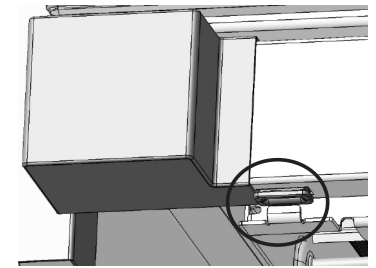
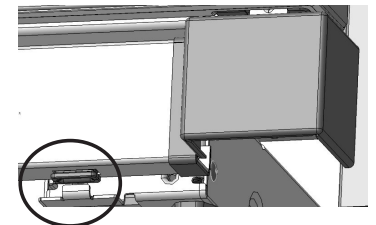

Fig. 18
Fig. 19
- b. Placez soigneusement le coup de pied sur les 2 languettes de l'assemblage du niveleur. La première fente de l'assemblage de niveleur est encerclée à la Fig. 18 et la deuxième fente de l'ensemble niveleur est encerclée à la Fig. 19.